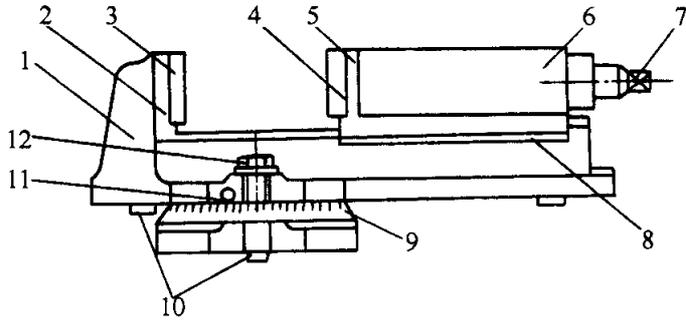

图 a-28 平口钳
(1) 平口钳的结构见图 a-28。
(2) 平口钳的安装和固定钳口的校正